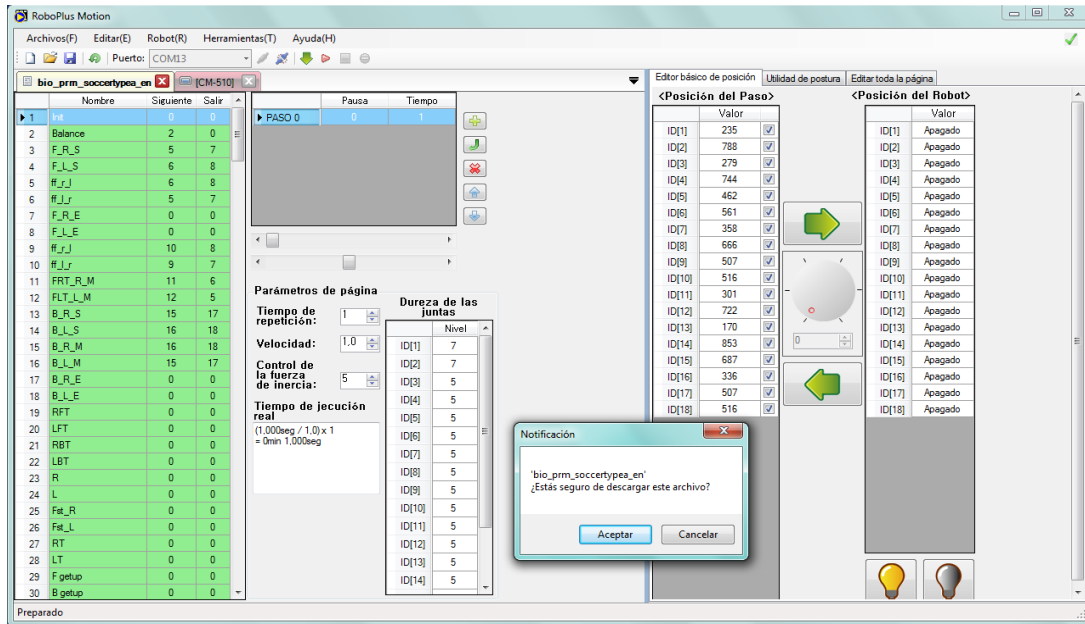

Figura 3.11 Descarga del programa de movimientos al CM-510, utilizando el Software RoboPlus Motion.
- 3.- Presionar el icono  del Software RoboPlus Motion, para descargar el archivo de movimientos al controlador CM-510 (Ver Figura 3.11).